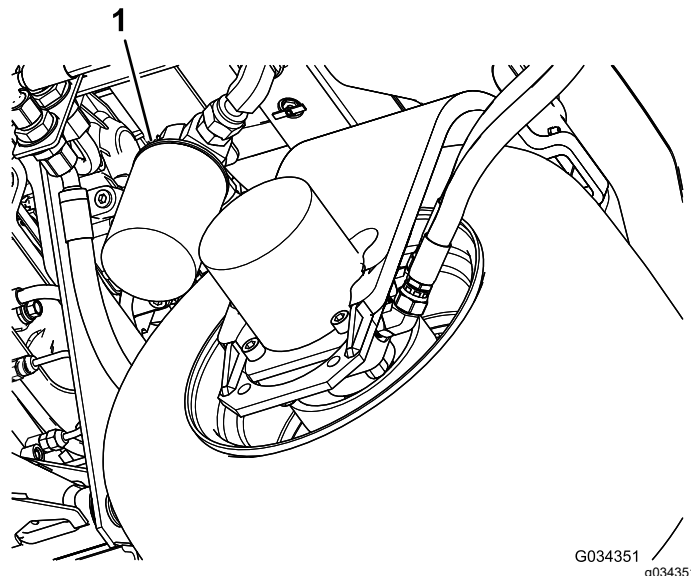

Рисунок 79
2. Очистите область вокруг места крепления фильтра. Поместите поддон под фильтр (Рисунок 79), а затем снимите фильтр.